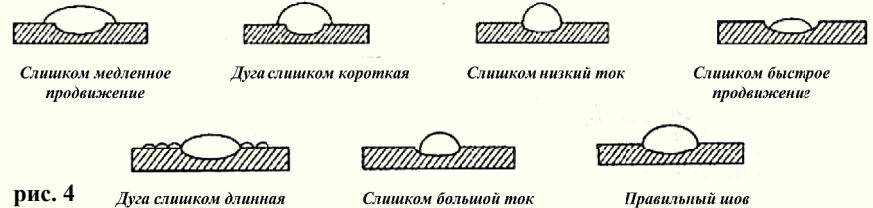

рис. 4
7.8 Параметры сварочных швов (см. рис. 4):